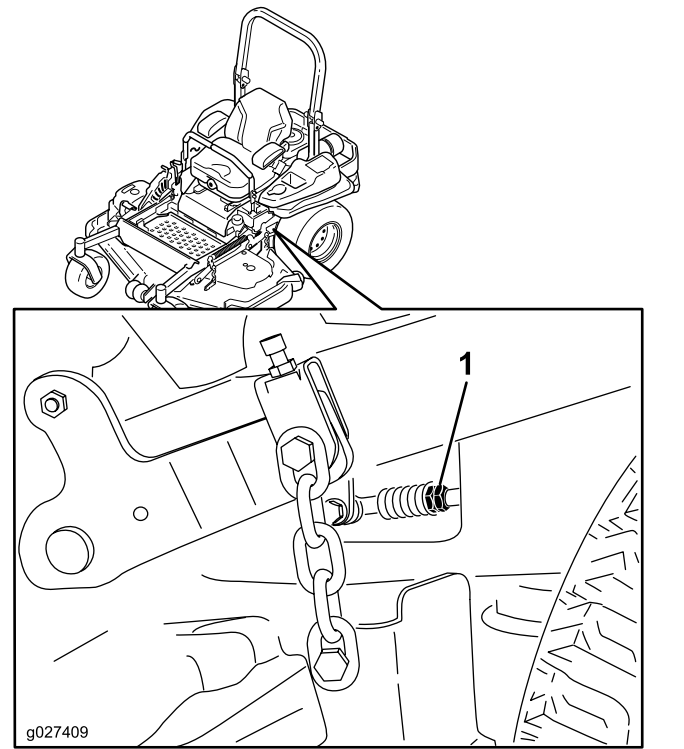

Figure 82
10. Réglez la longueur des tiges de pompes en tournant les doubles écrous dans le sens voulu jusqu'à ce que les roues tournent légèrement en marche arrière (Figure 82).